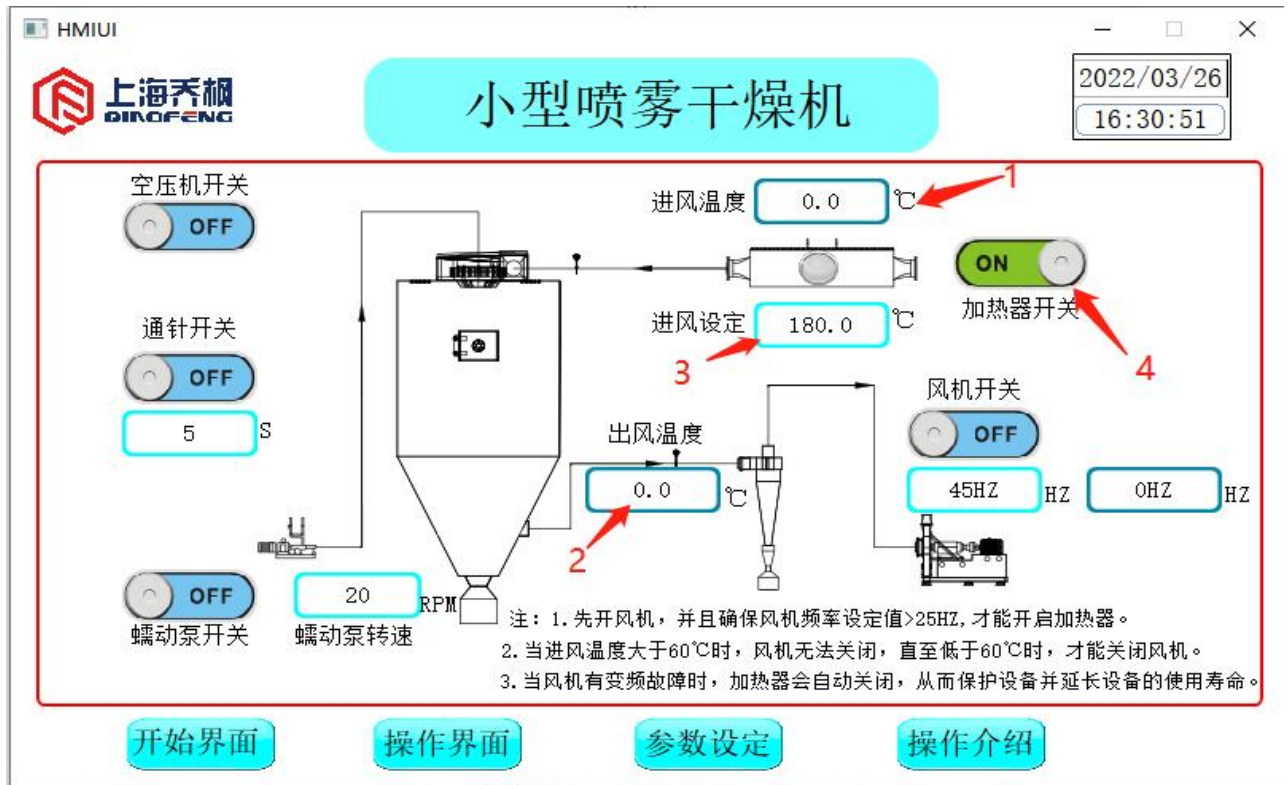

图 6
(4) 点击“°C”前的设定框3，用虚拟键盘输入“0-250”，即为设定进风温度为0-250°C，点击“加热器开关”4，开启电加热。显示状态如下图6所示。（显示框1为进风实际温度显示，显示框2为出风温度实际显示，以此判设备实际状态是否符合生产状态）